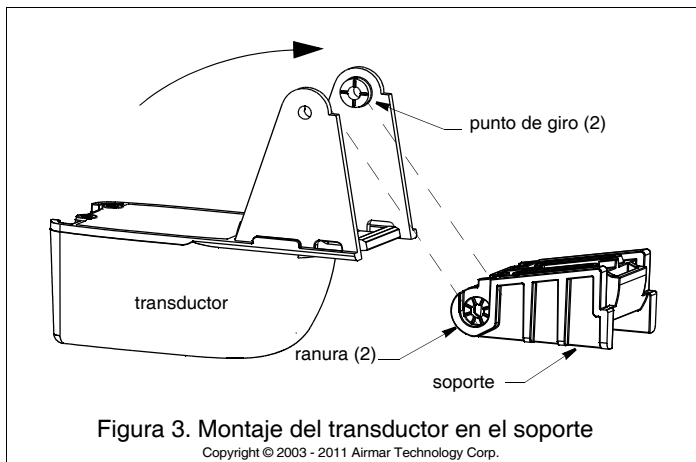

Figura 3. Montaje del transductor en el soporte
1. Introduzca los puntos de giro en las ranuras situadas en la parte posterior del soporte (figura 3).